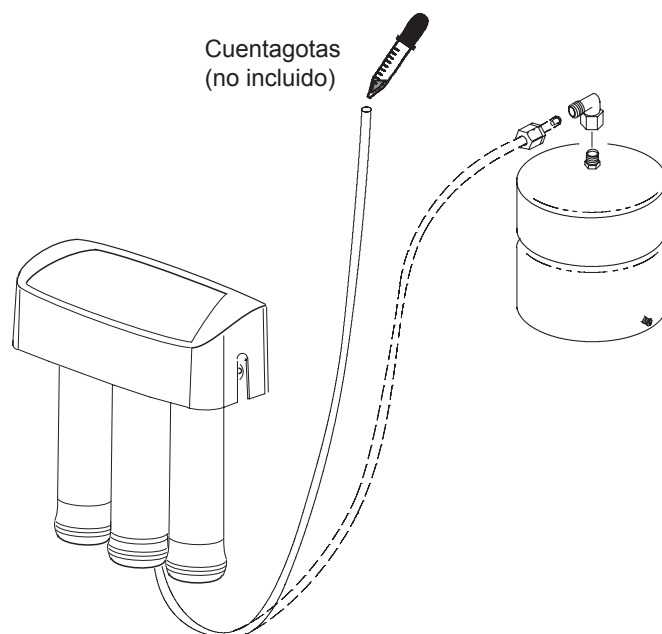

FIG. 21
Observar las siguientes instrucciones para sanear el aparato. Cf Fig. 21.
4. Añadir 3 ml de lejía en el extremo no conectado del tubo amarillo. Manipular la lejía siguiendo las recomendaciones del fabricante. Cf Fig. 21.